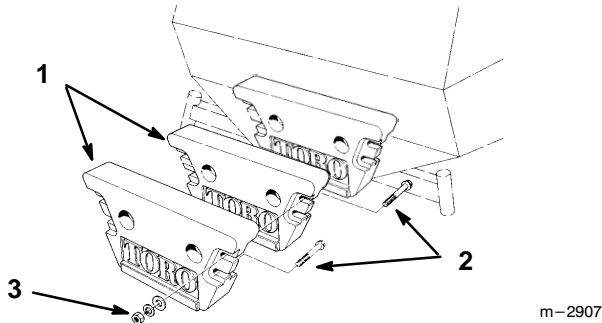

Figure 3
1. Attacher les 2 masses à la masse déjà en place à l'aide de 4 boulons 89 mm (1/2 x 3-1/2") et 4 rondelles 1/2", rondelles-frein 1/2" et écrous 1/2" (Fig. 3).